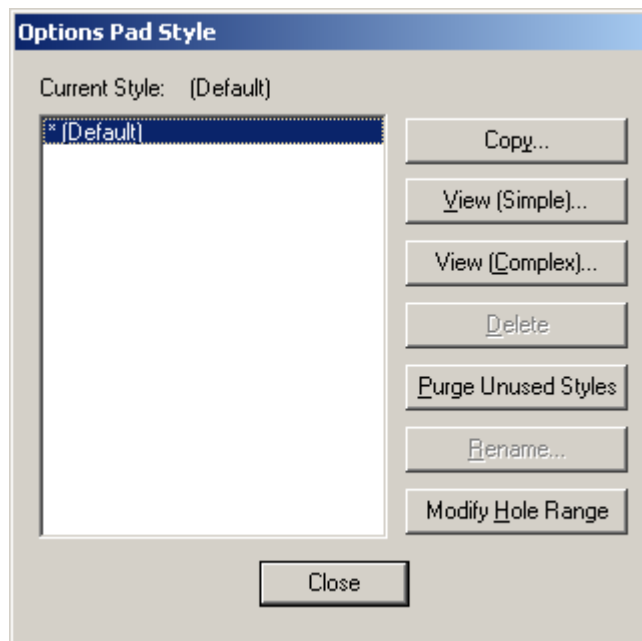

Рис. 16 Команда **Options Pad Style**
- 10.1 Запустите команду **Options**→**Pad Style** (рис. 16).